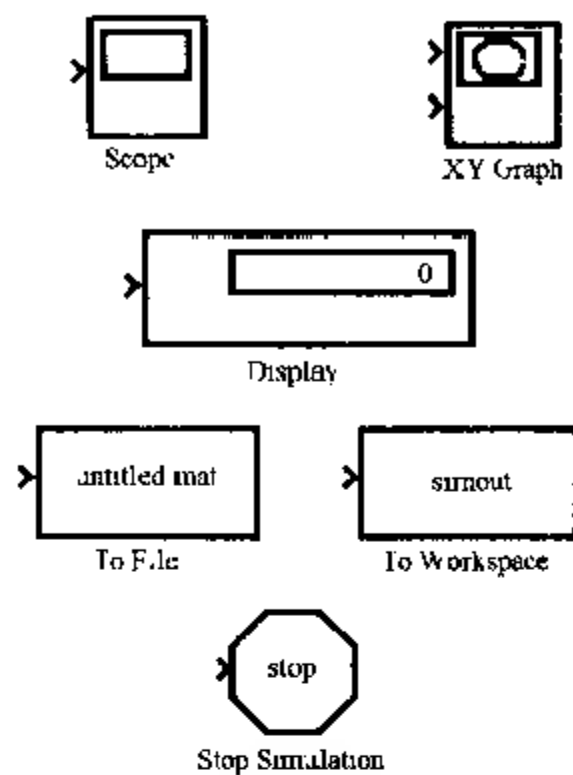

图 6.8 接收库中的模块图
- 6) Sinks(接收库),打开该库,显示如图 6.8 所示的模块图.